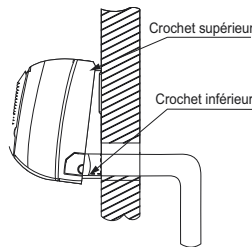

Fig. 22 – Installation du module intérieur
8. Poussez la partie inférieure du module intérieur contre le mur, puis déplacez le module intérieur d'un côté à l'autre et de haut en bas pour vérifier s'il est bien accroché (voir fig. 22).